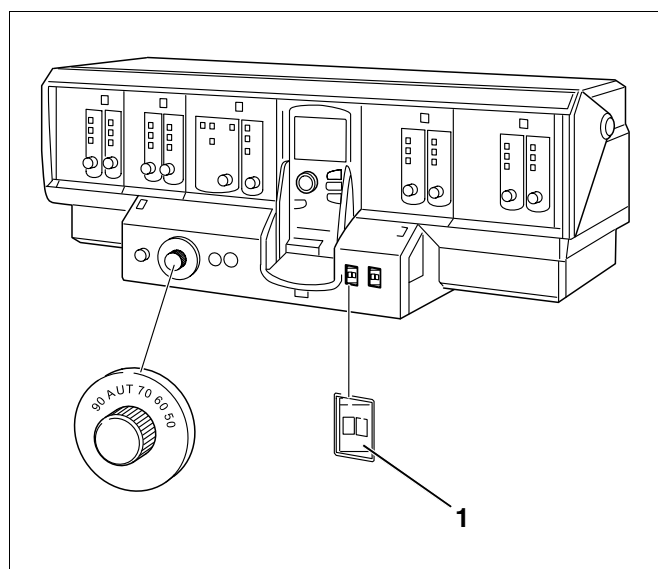

Fig. 64 Exemple Logamatic 4311
- Mettre l'interrupteur de service (fig. 64, pos. 1) sur l'appareil de régulation en position " 0 ".